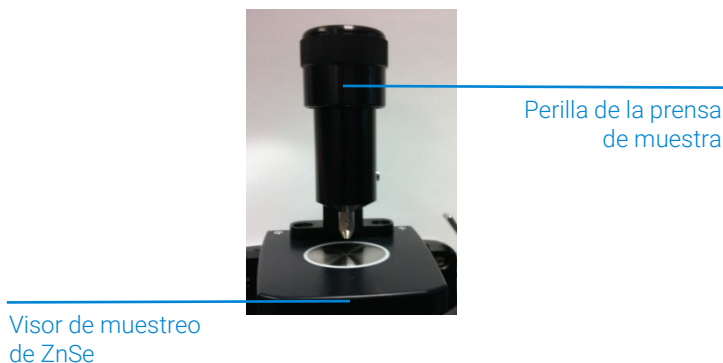

Figura 6 Prensa de la muestra del accesorio ATR de ZnSe en la posición más alta.
En el modo de carga de muestra y limpieza, la prensa de la muestra debe estar en la posición más alta, para que la punta de la prensa de la muestra se encuentre por encima del visor de muestreo de ZnSe (consulte la Figura 6). En esta posición se puede acceder fácilmente al área de montaje de la muestra para cargar la muestra en su lugar y para limpiar las superficies de muestreo antes de que se analice la próxima muestra.
- 1 Para abrir la prensa de la muestra, gire la perilla superior hacia la izquierda hasta alcanzar el tope del recorrido de la prensa (consulte la Figura 6).
- 1 Gire la perilla de la prensa de la muestra hacia la izquierda para abrir la prensa de la muestra, de modo que la punta se eleve levemente en el visor de muestreo de ZnSe (consulte la Figura 6).